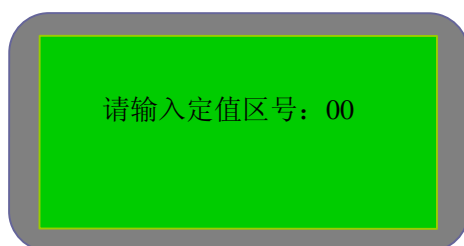

图 5-2-1A
- 1) 定值修改：在定值菜单中选择“定值修改”进入定值修改界面，如图 5-2-1A，用户可输入定值区号，输入方法如下：用下划线“_”标注编辑位，编辑位的值可通过按“上移”键或“下移”键改变。输入结束后按“确认”键确认。（其它数据的输入方法与此相同，此处不再一一说明）。定值区号输入确认后进入各定值修改界面，如图 5-2-1B 所示，通过按“上移”键或“下移”键修改各定值。按“退出”键回到定值菜单。